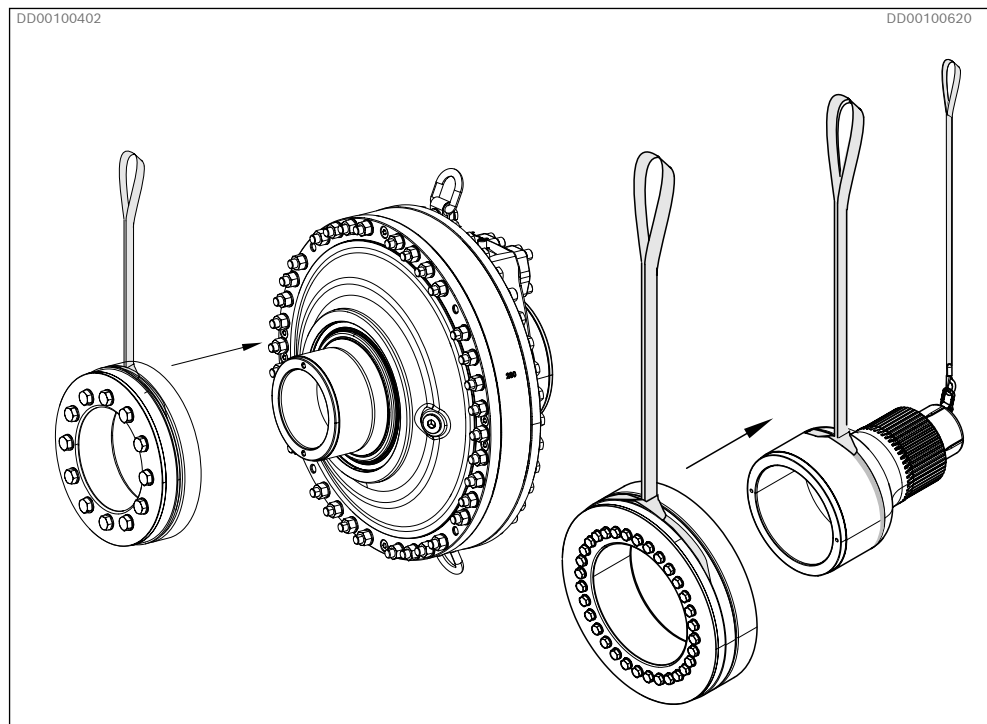
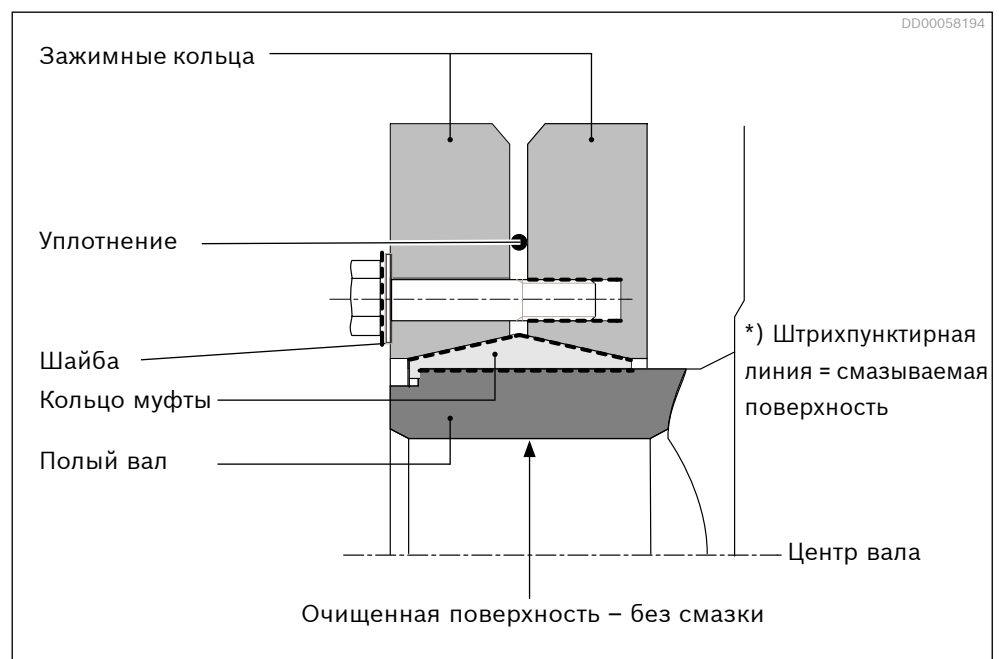

Рис. 33. Монтаж стяжной муфты на адаптер вала или мотор, оснащенный муфтой
Рис. 34. Стяжная дисковая муфта
- ▶ Смазка ни в коем случае не должна попадать на поверхности между приводным валом и мотором, оснащенным муфтой, или адаптером вала (см. Рис. 34).
1. Стяжная муфта поставляется с завода со смазанными коническими поверхностями и винтами (см. Рис. 34). Эта смазка должна оставаться на этих поверхностях.
4. Установите стяжной диск на полый вал. Используйте одобренный строп между зажимными кольцами. (См. Рис. 33 и Рис. 34) Муфта должна быть полностью передвинута до конца полого вала. При необходимости отделите зажимное кольцо для облегчения монтажа.
*) Конусная поверхность между кольцом муфты и зажимными кольцами, а также винты должны быть покрыты пастой Molykote G-Rapid plus (см. Рис. 34). Эта операция выполняется на заводе перед доставкой.